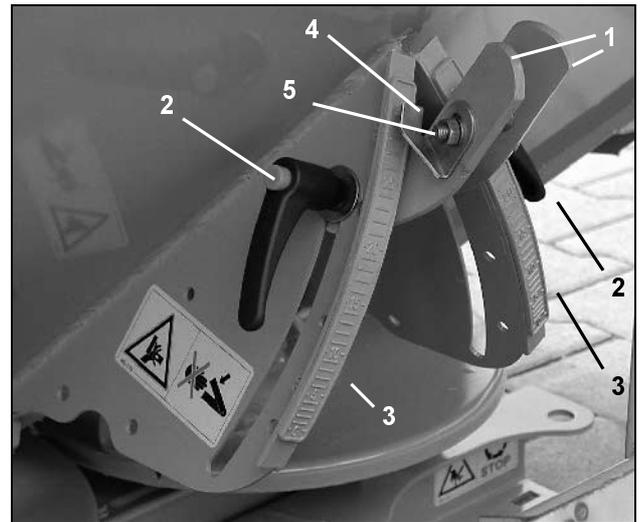

Fig. 27
**Ajuste de la posición de las trampillas mediante la palanca de regulación (Fig. 27/1) como se explica a continuación:**
- Aflojar las tuercas de mariposa regulables (Fig. 27/2).
- Localizar en la escala graduada el valor establecido para la posición de las trampillas (Fig. 27/3).
- Posicionar los indicadores (Fig. 27/4) de las dos palancas de regulación (Fig. 27/5) en este valor de la escala.
- Volver a apretar las tuercas de mariposa (Fig. 27/2).